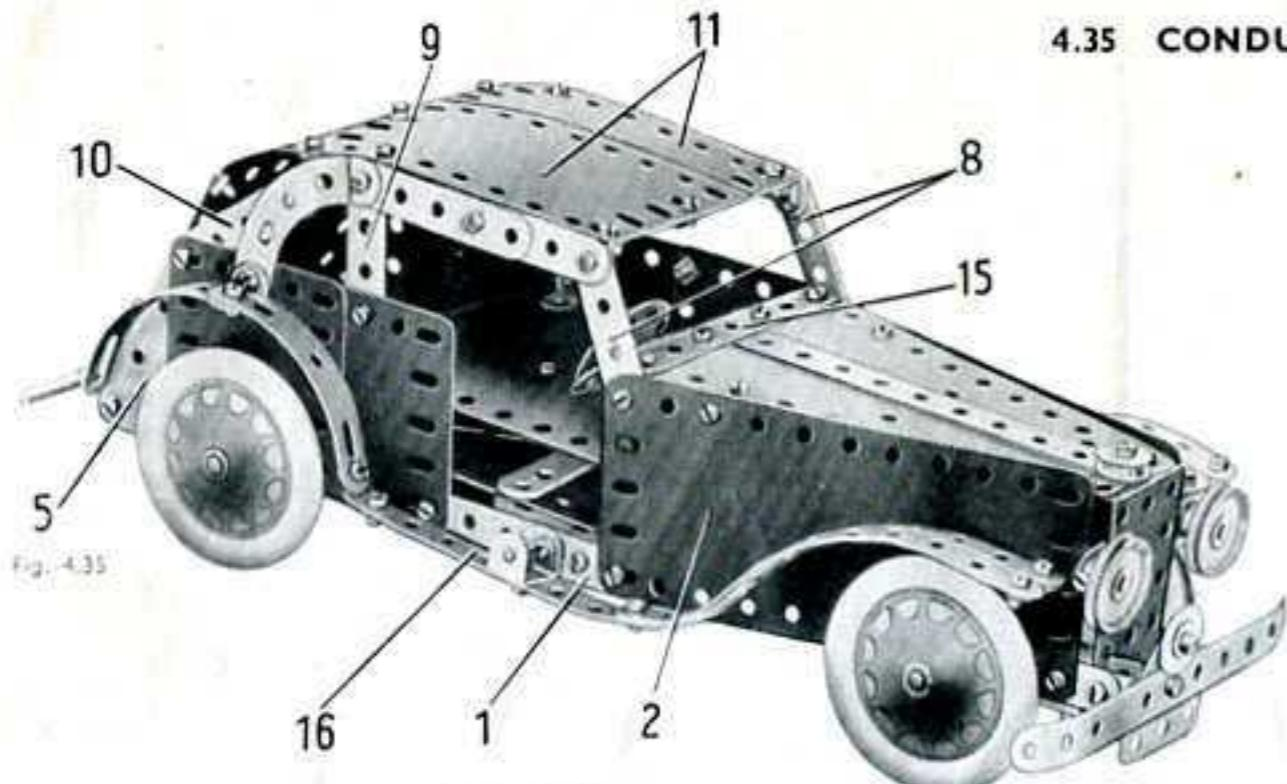

Fig. 4.35
L'autre côté est formé par une plaque flexible de 14x6 cm. (2), deux plaques cintrees de 43 mm. préalablement aplatie et une plaque flexible triangulaire de 6x4 cm. (5). Un intervalle est ménagé entre les plaques pour le passage du levier du moteur (fig. 4.35).